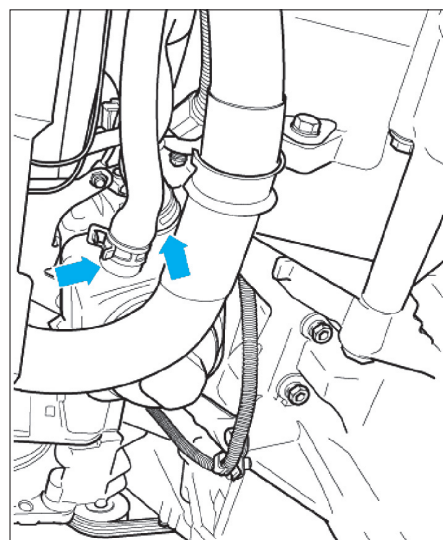

Fig. 17
- Débrancher la durit inférieure sur l'échangeur thermique eau/huile moteur (Fig.17).